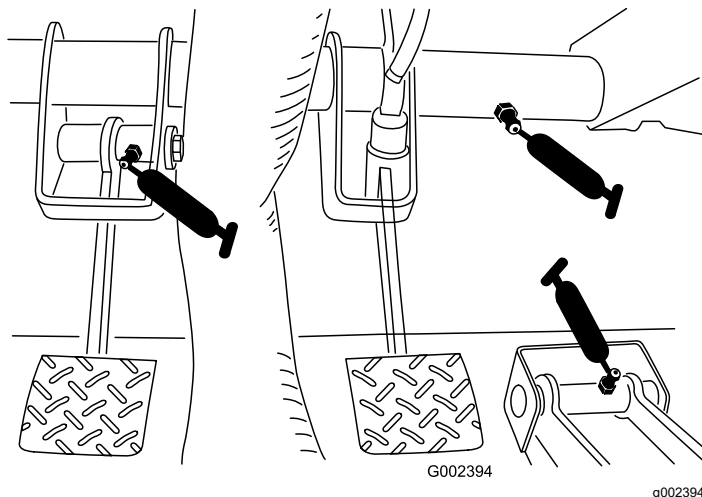

Figura 31
- **Freno (1);** fate riferimento alla Figura 31
- **Frizione (1);** fate riferimento alla Figura 31
- **Acceleratore (1);** fate riferimento alla Figura 31